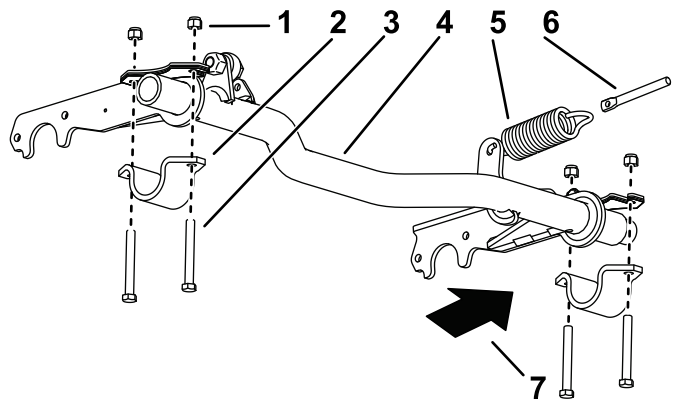

图 5
1. 将拉伸弹簧连接到枢轴管上的弹簧杆和弹簧杆图 5。
2. 松松地将枢轴管支架安装到右侧图 5。
3. 将枢轴管的右侧滑到右侧枢轴管支架中图 5。
5. 将枢轴管的左侧升至机架并使用枢轴管支架、2 个螺栓 $\frac{3}{8}$ x 3 英寸和 2 个锁紧螺母 $\frac{3}{8}$ 英寸进行安装图 5。